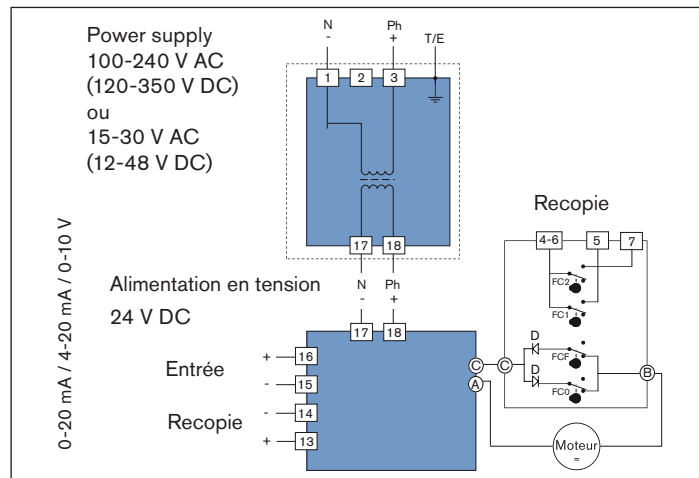

Fig. 17 : Schéma électrique
- Raccordez le câble conformément au schéma électrique (« Fig. 17 ») au bornier (pos. 14, « Fig. 1 » et « Fig. 2 ») de la carte d'alimentation en tension.
- Raccordez le câble au bornier (pos.12, « Fig. 1 » et « Fig. 2 ») selon le schéma (« Fig. 17 »).